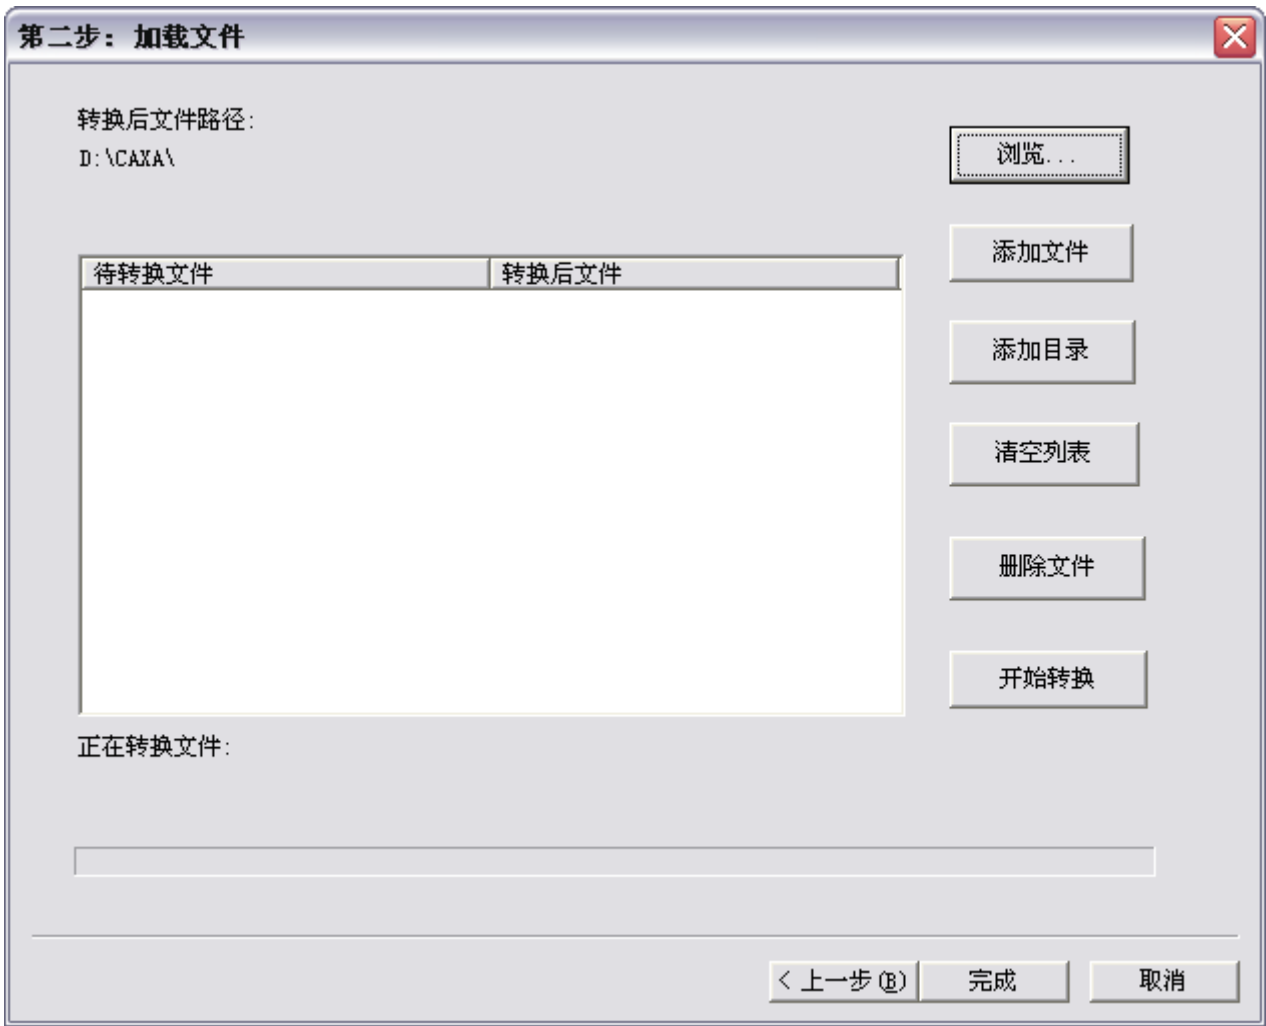

图 9-20 按文件列表转换
- 1) 转换方式：在图 9-20 对话框中可以选择【将 DWG/DXF 文件转换为 EXB 文件】或【将 EXB 文件转换为 DWG/DXF 文件】。